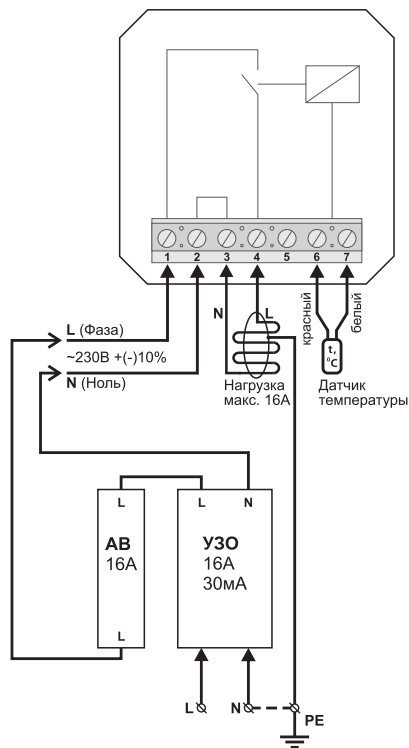

Рис.6 *Схема подключения терморегулятора*
5.2.1.2 Для защиты от короткого замыкания в цепи нагрузки, терморегулятор подключается к стационарной электропроводке через автоматический выключатель (АВ). Автоматический выключатель устанавливается в разрыв фазного провода и должен быть рассчитан на номинальный ток нагрузки не менее 16А. Для защиты от поражения электрическим током утечки устанавливается устройство защитного отключения (УЗО) с отключающим током не более 30 мА (рис. 6).